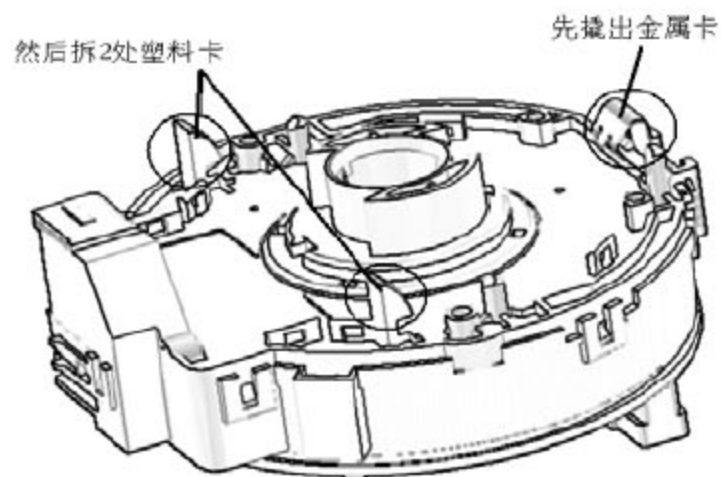

图 2—9
- 8). 拆下左组合开关（前照灯变光开关总成）。如图 2—10 所示。